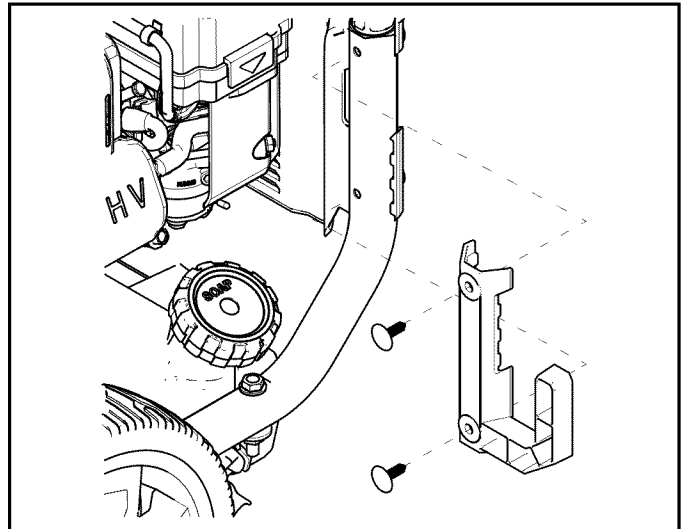

Figure 4-2. Attacher le crochet de la lance à l'appareil
2. Installez le crochet de la lance au châssis de l'appareil à l'aide des (2) pinces à coulisses fournies. Alignez les trous et insérez les pinces à coulisse dans les trous jusqu'à ce qu'elles soient au même niveau que le crochet du pistolet (Figure 4-2).